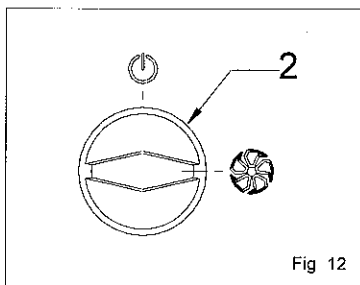

Fig 12
Para iniciar o ciclo de cozedura rodar o botão do selector (2) na posição 1 como na fig 12